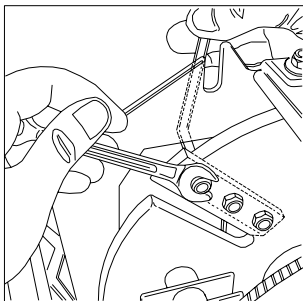

Fig. 12
- Introducir las llaves a través de las dos aperturas (fig. 12) y extraer la hoja.